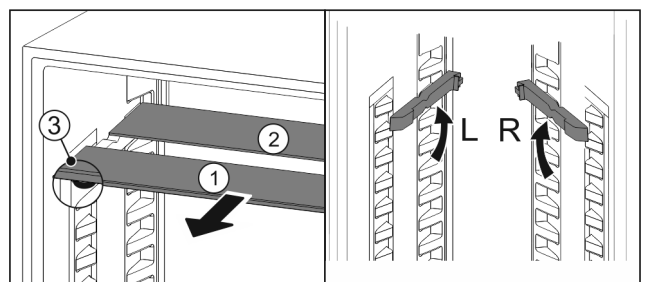

Fig. 149
- ▶ Glasplatten einzeln nach vorne herausziehen Fig. 149 (1).
- ▶ Glasplatte Fig. 149 (1) mit Zierleiste liegt vorne.
- ▶ Stopps Fig. 149 (3) zeigen nach unten.